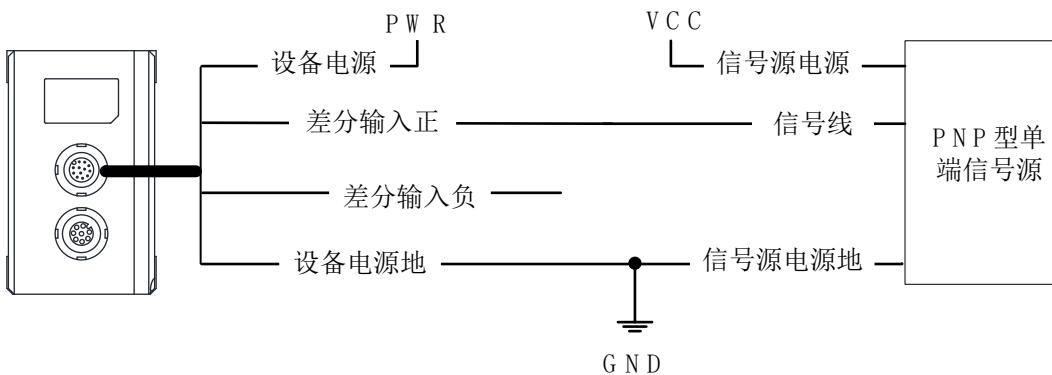

图7-4 PNP型单端信号
- PNP 型单端信号源提供信号给设备差分输入时，设备差分输入作为单端输入使用，接线如图 7-4 所示。